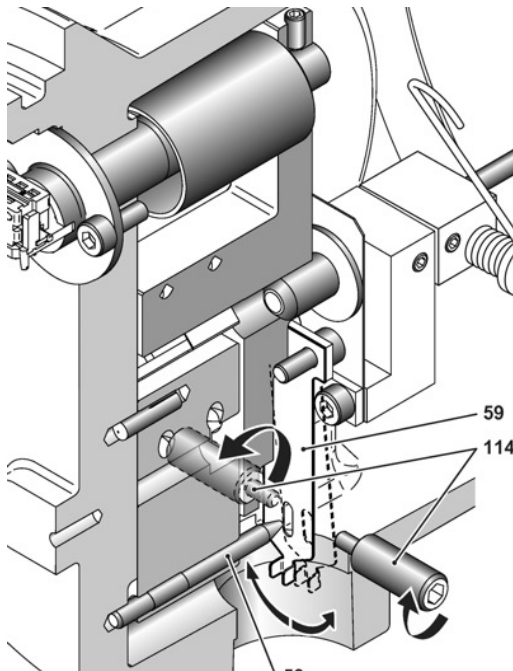

Figure 18 – Étalonnage avec les butées mécaniques
- Sur le côté droit de l'appareil, ouvrir le couvercle de visite (107) pour observer le fonctionnement du mécanisme de simulation. Ôter le bouchon de sécurité bleu (190) ainsi que les deux bouchons 1/8" NPT (115). Utiliser une clé Allen de 5 mm.
- Les changements de niveau seront obtenus par pression du doigt sur l'extrémité de la lamelle flexible (59) en direction du tube de torsion, jusqu'à être en appui sur les tétons des vis réglages (114).
- En maintenant la pression, faire glisser la lamelle flexible sur les tétons, à gauche ou à droite (figure 18), pour simuler une vidange ou un remplissage de la chambre de plongeur avec le(s) liquide(s) de service.